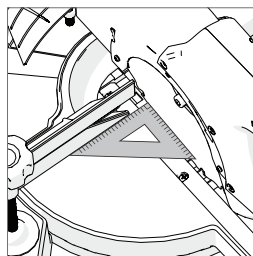

Fig. 19
- S'assurer que la tête de coupe se trouve dans la position de verrouillage inférieure et que la tige de fixation est totalement encliquetée. (cf. **Fig. 19**).
- Mettre l'équerre sur la table, le côté court sur la table et le côté long sur la lame de scie (pas sur les pointes TCT). (**Fig. 19**)